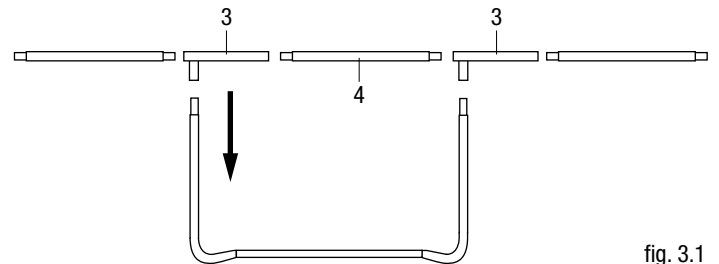

fig. 3.1
- Para este passo de montagem necessita de um ajudante. Uma pessoa segura no grupo de apoio do passo 2 numa posição vertical e encaixa no suporte de um tubo da estrutura com os suportes (3) em cima de um suporte vertical o grupo de apoio. A outra pessoa segura a outra extremidade e encaixa o tubo da estrutura (4) e mais um tubo da estrutura com suporte (3) no outro grupo de apoio. Agora deverá ter 2 grupos de apoio que são apoiados por um tubo superior da estrutura com suportes. (Fig. 3.1)